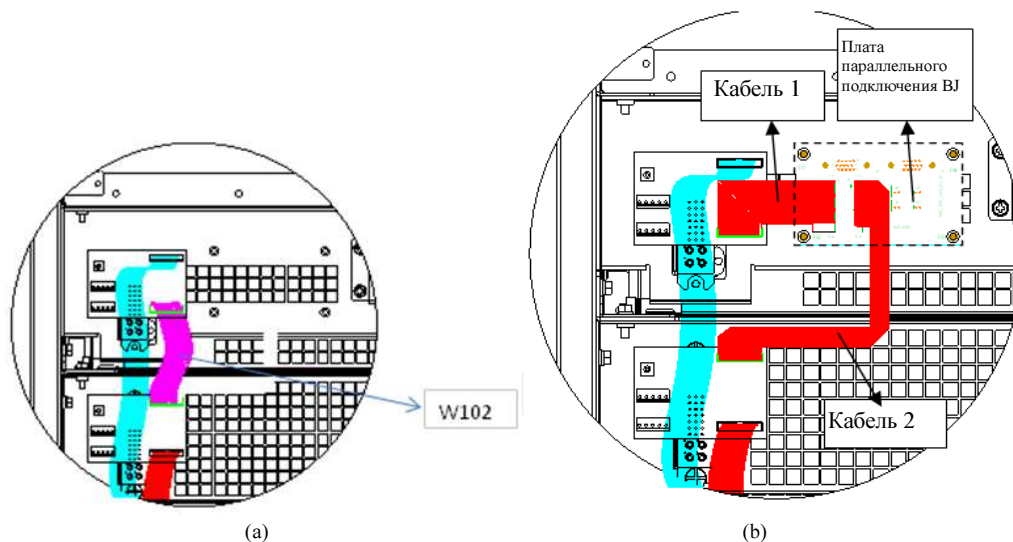

Рис. 3-2: Установка сигнальной платы параллельного подключения ВJ
Сигнальная плата параллельного подключения ВJ устанавливается с задней стороны силового модуля бесконтактного переключателя. См. рис. 3-2,
- Вытащите кабель W102, как показано на рис. 3-2(a)
- Установите сигнальную плату параллельного подключения ВJ, как показано на рис. 3-2(b)
- Подключите кабель 1 и кабель 2, как показано на рис. 3-2(b)